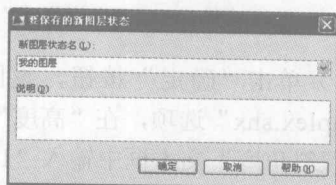

图 1-9 “要保存的新图层状态”对话框
2) 单击对话框中的“新建”按钮，弹出如图 1-9 所示的“要保存的新图层状态”对话框。